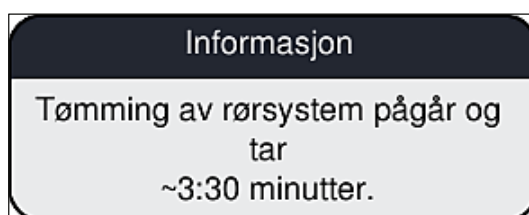

Fig. 107
6. På skjermbildet vises en informasjonsmelding (→ Fig. 107) som informerer brukeren om varigheten. Denne meldingen forsvinner så snart luftpumpingen har blitt fullført.